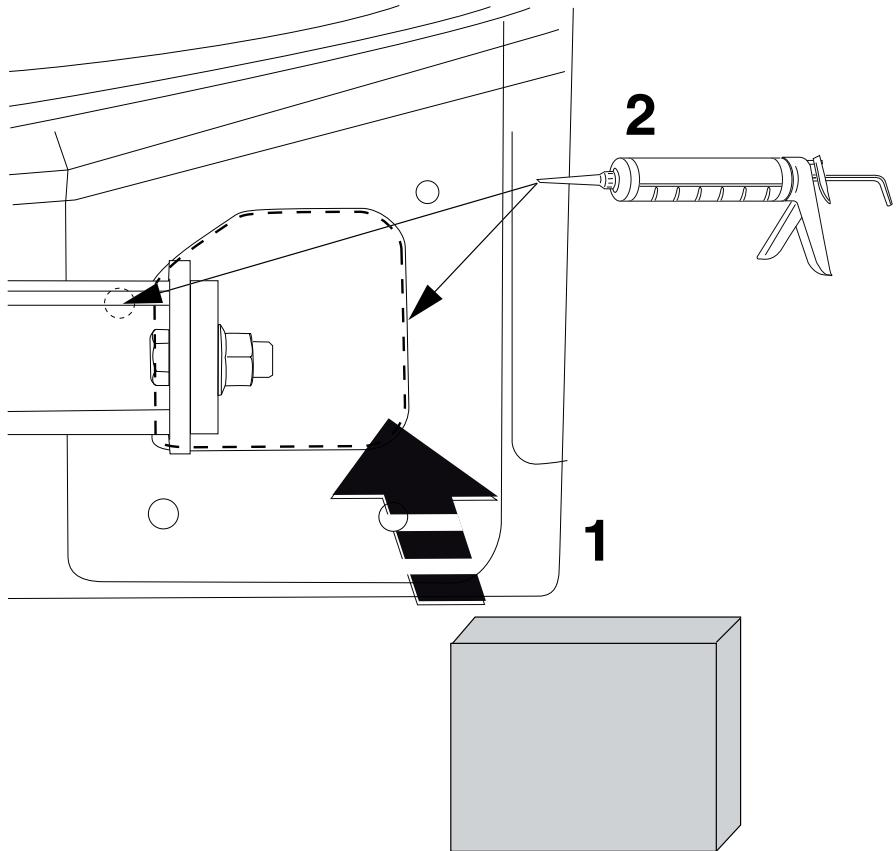

Fig. 3
- В качестве уплотнения, вставить два полиэтиленовых элемента в балки шасси. Герметизировать обозначенные части (см. рис. 3)